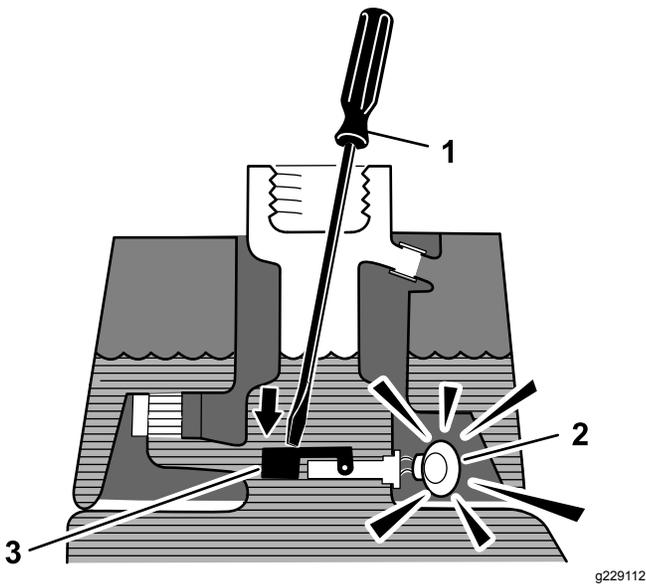

图42
3. 将干净的支杆或螺丝刀插入油箱颈然后轻轻地向下推至浮动开关上图42经过 1 秒钟的延迟后警报应响起。